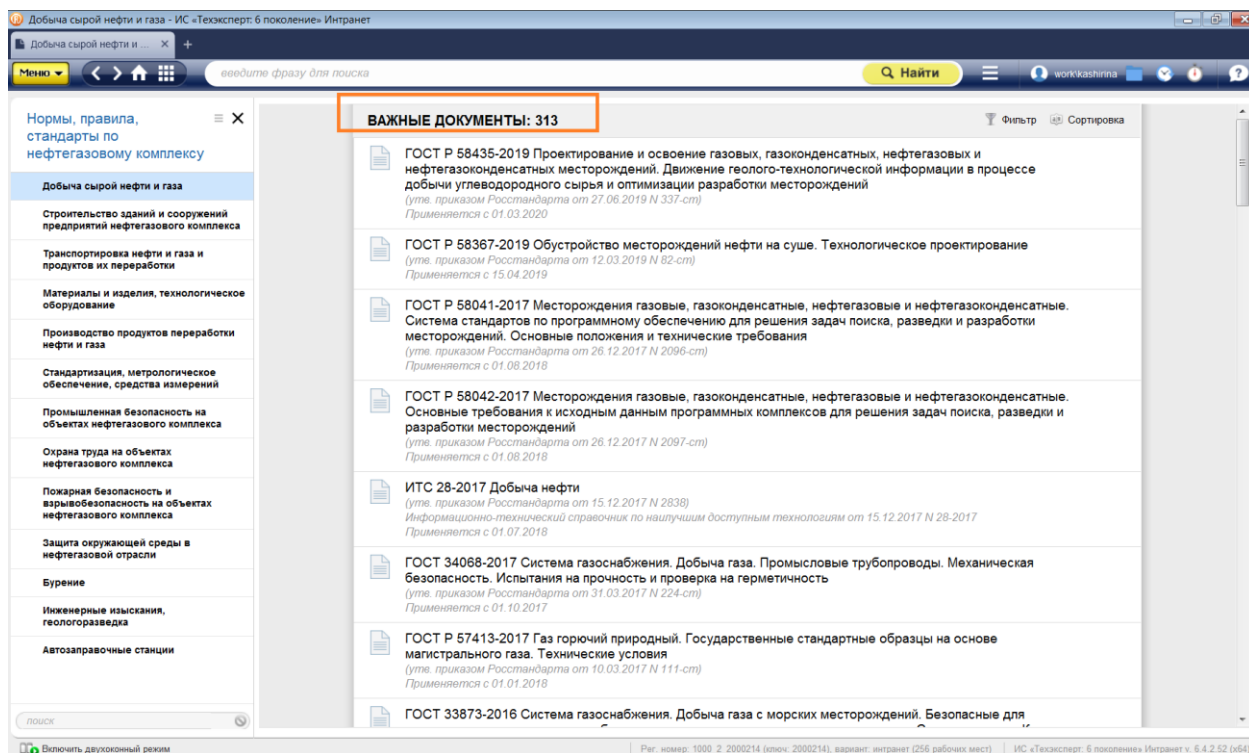

Рис. 7. Список документов рубрики «Добыча сырой нефти и газа» в разделе «Нормы, правила, стандарты по нефтегазовому комплексу»
3. В оглавлении выберем и раскроем рубрику «Добыча сырой нефти и газа». В списке будут представлены все нормативные документы, которые освещают данное направление деятельности предприятий нефтегазовой отрасли (рис. 7).